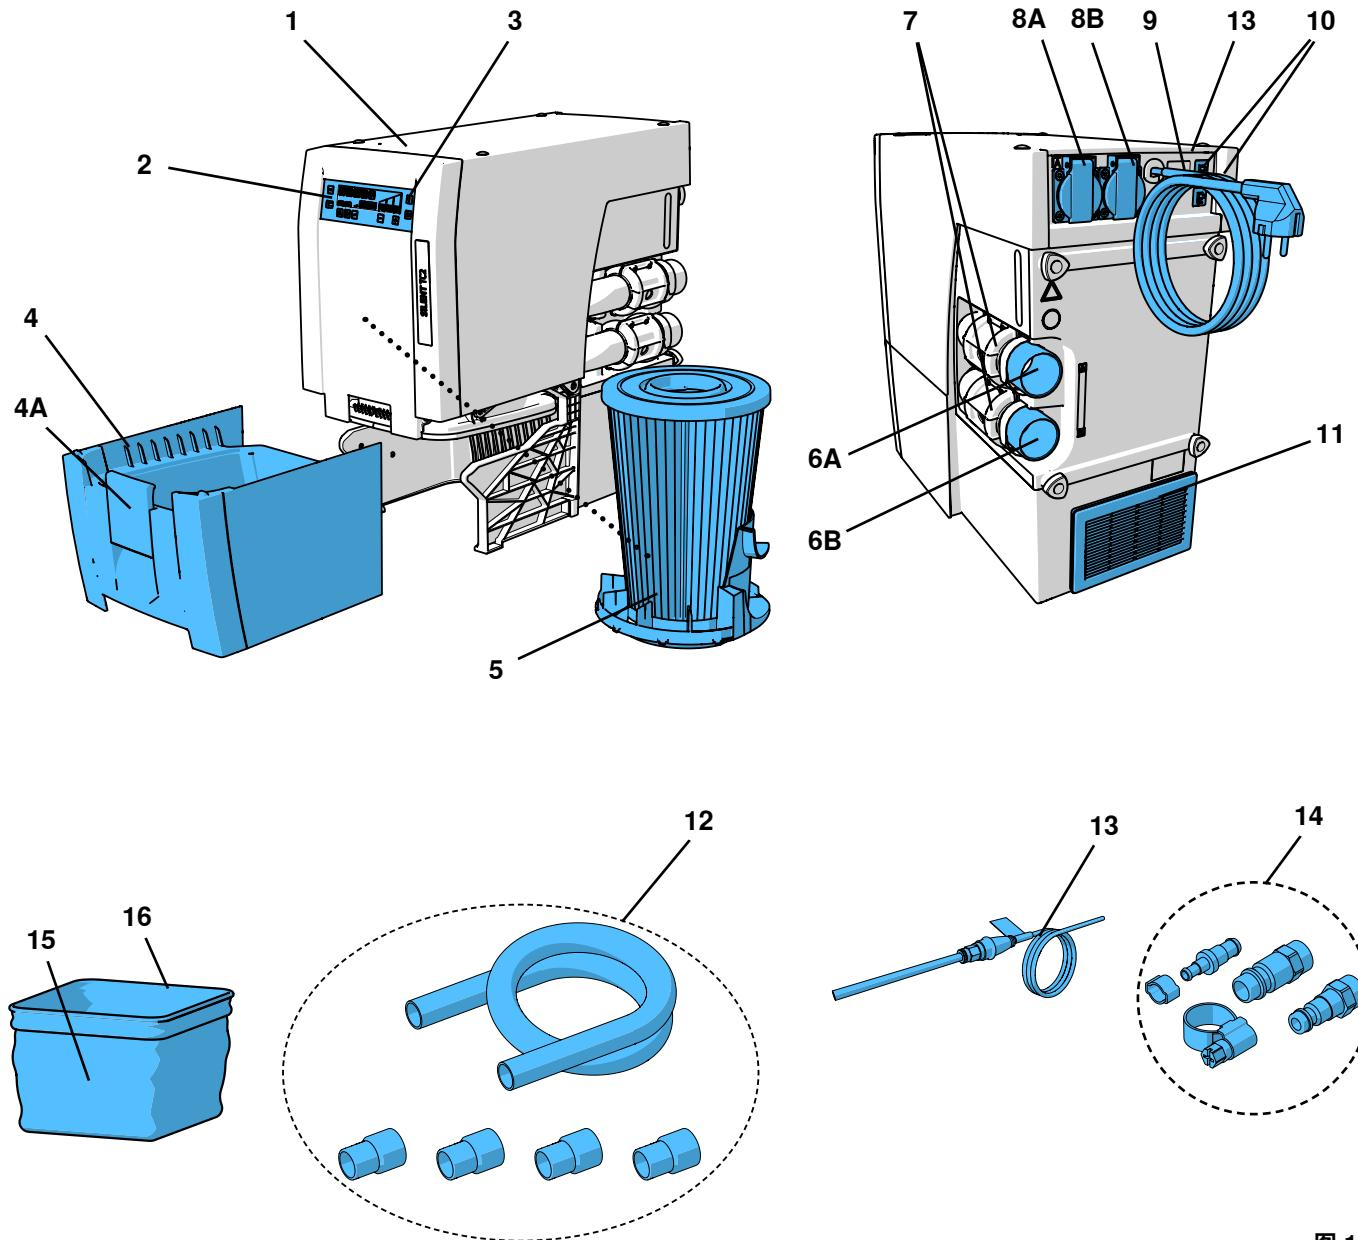

图 1
- 排气口(11, 图 1) 没有阻塞。
- 外置排气管 (A) (参阅第4.7章)。
- 在柜壁 (B) 开最少250 x 120毫米的通风口，位置要直接与排气口 (11, 图1) 相对。
- 拆下机柜的背面 (C)，从机柜背面到墙壁距离至少要有50毫米。
⇒ 展开电线 (9, 图1)，将插头插入电源插座。
⇒ 从提供的连接套装 (14, 图 1) 中选取合适的管端接头，并将其连接到管的末端。